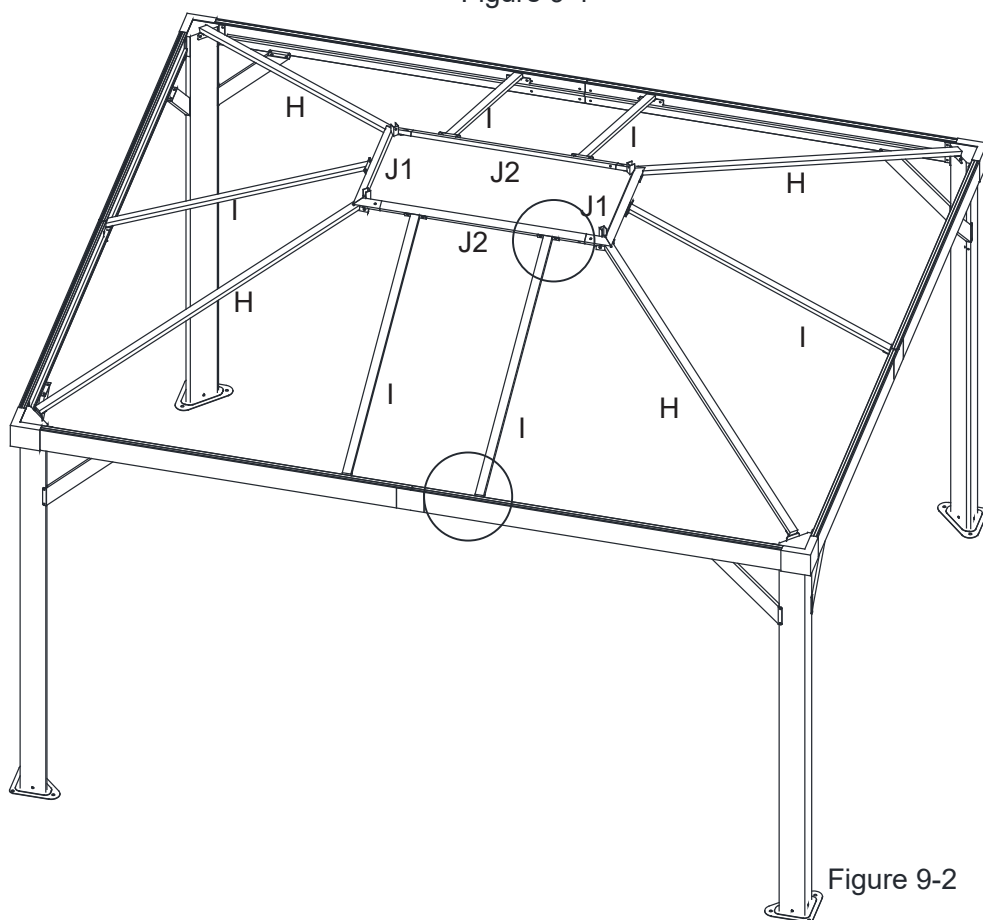

Figure 9-2
9.2. Répétez l'opération pour les côtés opposés. Serrez tous les boulons. Voir la figure 9-2.